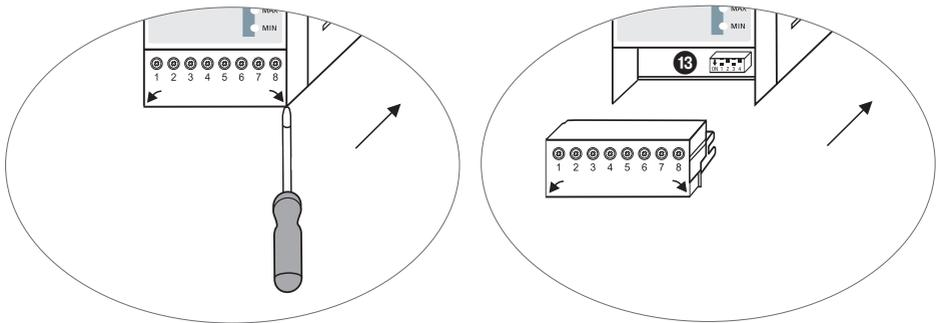

Fig. 6
- **Untere Klemmleiste abziehen. Fig. 6**